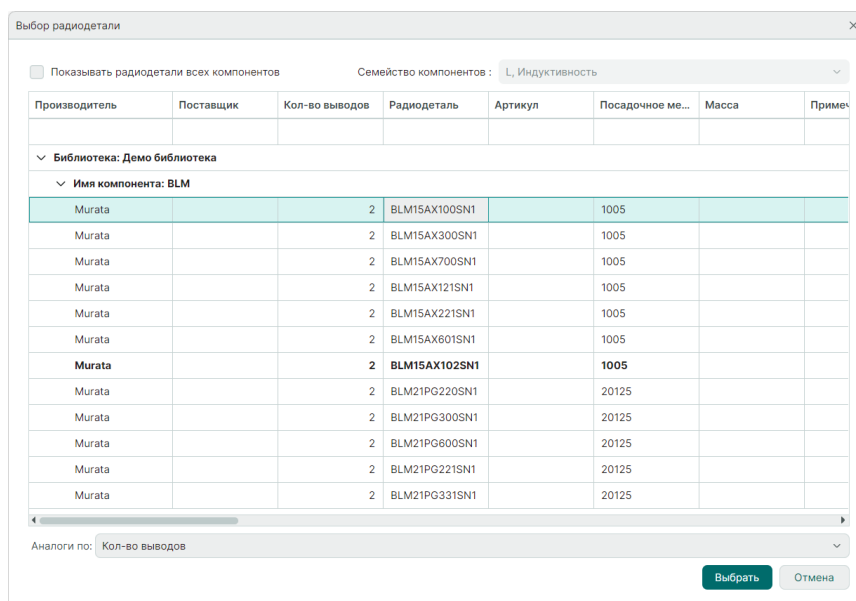

Рис. 98 Окно «Выбор радиодетали»
2. Выберите радиодеталь в окне «Выбор радиодетали», см. Рис. 98.